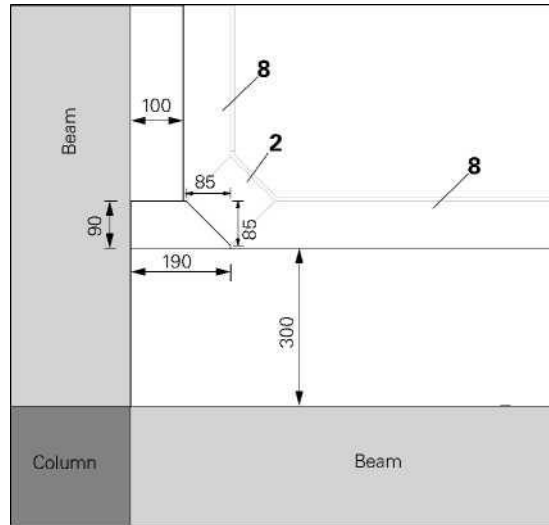
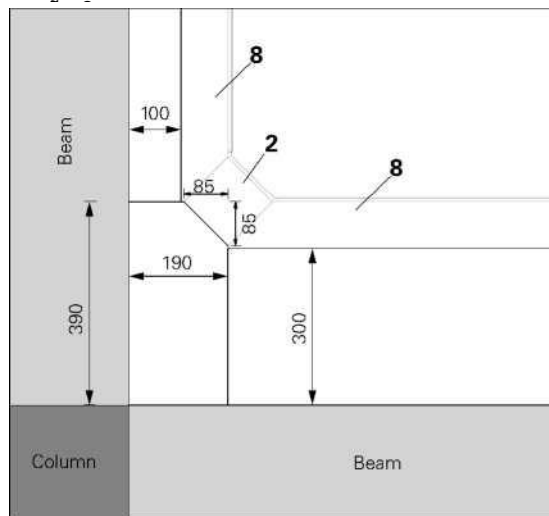

Fig. A6.17
Fig. A6.18
1. Cortar o contraplacado de compensação em tamanhos adequados de acordo com a opção de corte do contraplacado 1 ou 2. (Fig. A6.17 + Fig. A6.18)
4. Erguer o prumo (3) preso ao Cabeçal (2) e ao bloco de madeira (23) próximo ao canto da viga (a distância varia de acordo com a área de compensação, por ex, 300 mm). (Fig. A6.17 + Fig. A6.18) (em alternativa, o bloco de madeira (23) pode ser colocado de cima)
6. Prender a viga de compensação ADF (8) na cavilhada placa flyplate, rodar com o auxiliar de cofragem.